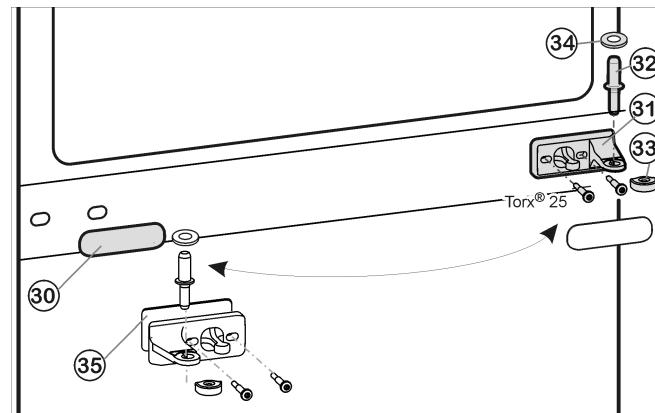
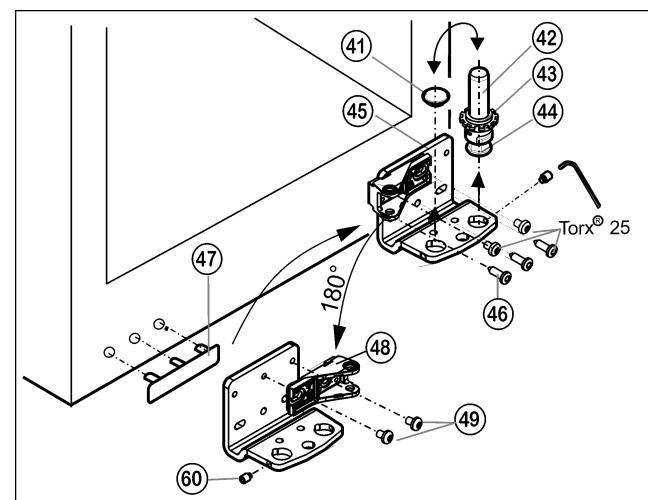

Fig. 11
Fig. 12
- ▶ Extraiga el perno de cojinete intermedio Fig. 11 (32) con la arandela Fig. 11 (34) del soporte de cojinete y de la puerta inferior.
- ▶ Retire la tapa de plástico Fig. 11 (33).
- ▶ Desatornille el soporte de cojinete intermedio Fig. 11 (31) (2 Torx® 25).
- ▶ Extraiga con cuidado el panel de protección Fig. 11 (30).
- ▶ Atornille el soporte de cojinete intermedio Fig. 11 (31) con la base Fig. 11 (35) en el nuevo lado de la bisagra girándolo 180° (**con 4 Nm**) para fijarlo.
- ▶ Vuelva a encajar el panel de protección Fig. 11 (30) girándolo 180° en el nuevo lado del tirador.
- ▶ Desenrosque el pasador de rosca Fig. 12 (60) aprox. 1 vuelta con la llave hexagonal suministrada.
- ▶ Desenrosque hacia arriba el perno de cojinete Fig. 12 (42) completo, con la arandela Fig. 12 (43) y la pata de ajuste Fig. 12 (44).
- ▶ Desmonte el tapón Fig. 12 (41).
- ▶ Desatornille Fig. 12 (46) el soporte de cojinete Fig. 12 (45).
- ▶ Desenrosque por completo el pasador de rosca Fig. 12 (60) y enrósquelo en el lado opuesto en el soporte de cojinete hasta que quede por fuera a ras del soporte de cojinete.
- ▶ Desatornille la pieza de cojinete Fig. 12 (48) y vuélvala a atornillar Fig. 12 (49) en la parte interior girándola 180°.
- Vuelva a colocar el tapón Fig. 12 (41) en el otro agujero.
- Desmonte la cubierta en el lado del tirador Fig. 12 (47) con cuidado y cámbiela al lado opuesto.
- Vuelva a atornillar el soporte de cojinete Fig. 12 (45) en el nuevo lado de la bisagra (**con 4 Nm**) para fijarlo; dado el caso, utilice un destornillador de batería.
- Vuelva a enroscar el perno de cojinete Fig. 12 (42) completo, con la arandela y la pata de ajuste.
- Apriete el pasador de rosca Fig. 12 (60).
- Coloque la puerta desde arriba sobre el perno de cojinete inferior Fig. 12 (42).
- Vuelva a colocar la tapa de plástico Fig. 11 (33) en el soporte de cojinete intermedio Fig. 11 (31).
- Inserte en la puerta inferior el perno de cojinete intermedio Fig. 11 (32) en el nuevo lado de la bisagra a través del soporte de cojinete intermedio Fig. 11 (31).
- Introduzca la arandela Fig. 11 (34) en el perno de cojinete intermedio Fig. 11 (32).
- Coloque la puerta superior sobre el perno de cojinete intermedio Fig. 11 (32).
- Dado el caso, alinee las puertas a través de los dos agujeros oblongos en el soporte de cojinete inferior *Fig. 12* (45) y el soporte de cojinete intermedio *Fig. 11* (31) a ras de la carcasa del aparato. Para ello, desenrosque el tornillo intermedio del soporte de cojinete inferior *Fig. 12* (45).